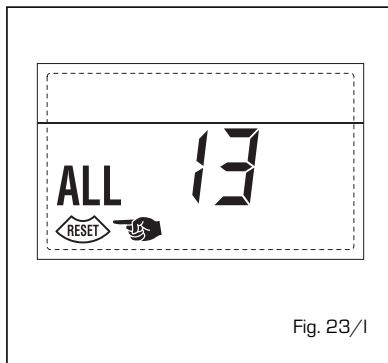

Fig. 23/l
- **ANOMALIA SONDA FUMOS "ALL 14" (fig. 23/m)**